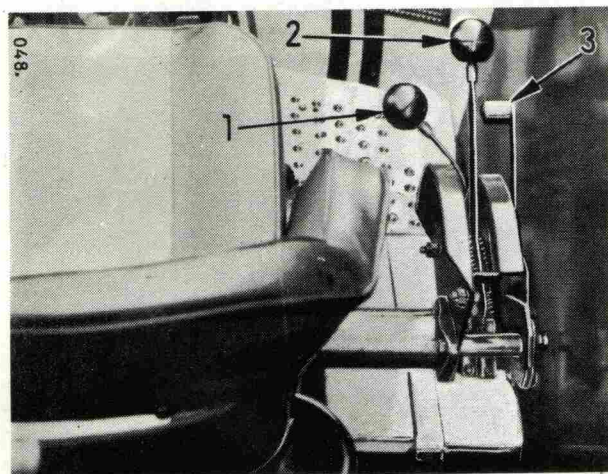
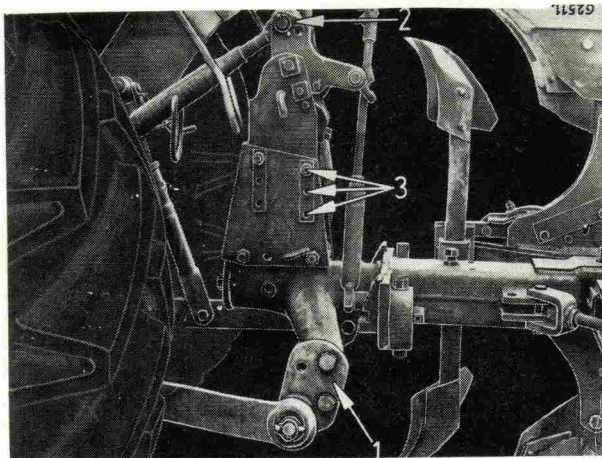
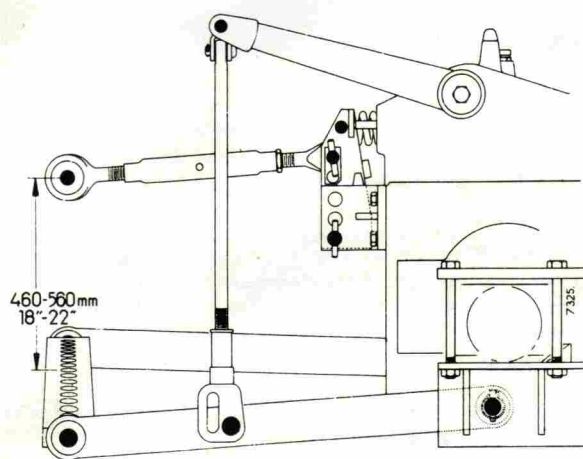
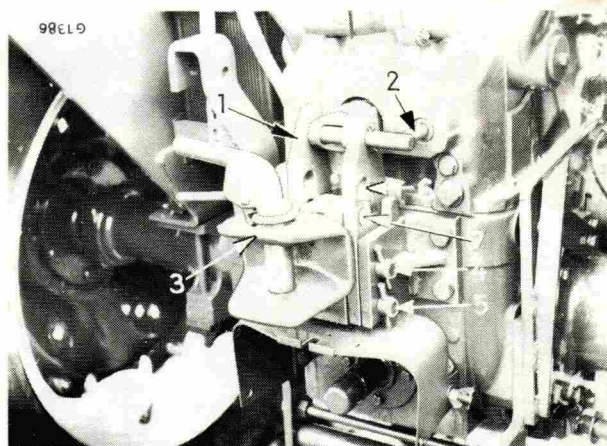

Fig. 28
Fig. 30
Fig. 32
Fig. 33
Pour des instruments qui ne requièrent pas de contrôle de profondeur, par exemple, lorsque la barre de poussée sert seulement comme point de fixation, l'attelage peut être rendu rigide en introduisant une deuxième cheville dans le trou (4, Fig. 32) du support d'attelage.
Le système est équipé d'une valve de sécurité qui empêche l'abaissement involontaire de l'outil lorsque le moteur est arrêté. Il faut toutefois veiller, avant de mettre le moteur en marche, à ce que le levier de contrôle de position (1, Fig. 28) ne se trouve pas dans la position "baisser" car l'outil s'abaisserait dès la mise en marche du moteur. Avant d'arrêter le moteur, une bonne précaution consiste à toujours abaisser l'outil de travail.
Amenez le levier de contrôle de position (1, Fig. 28) à fond vers le bas pour neutraliser son action.
L'abaissement, le levage et la profondeur de travail sont commandés par le levier de contrôle de traction (2, Fig. 28).
Il est toujours possible d'effectuer une correction manuelle en cours de travail. Lorsque la profondeur adéquate est déterminée déplacez le levier témoin (3, Fig. 28) en conséquence pour assurer une profondeur de travail uniforme.
Poussez à fond le levier de contrôle de traction (2) Fig. 28) vers le bas. Manœuvrez le levier de position (1) jusqu'à ce que l'outil ait atteint la hauteur de travail désirée.
La vitesse de descente peut être modifiée à volonté à l'aide d'une manette de contrôle (4, Fig. 28). En tournant la manette vers la gauche on ralentit la vitesse de descente progressivement.
Cette position est obtenue lorsque les deux leviers (1 et 2, Fig. 28) se trouvent en position basse. En ce cas l'instrument attelé au tracteur est simplement tiré. Le système hydraulique est inopérant. Pour le travail en position flottante, il importe de rendre fixe la chape d'attelage (1, Fig. 33) au moyen d'une deuxième cheville.
Le point d'attelage de la barre de poussée sur la charrue doit être situé entre 460 mm et 560 mm des bras de traction (Voir Fig. 32). Corrigez cette hauteur, si nécessaire, en modifiant les points d'attelage sur la charrue.
Si, par hasard, la barre de poussée est libre lors du labour, c'est-à-dire s'il n'y a ni compression, ni traction dans la barre, les points d'attelage des bras de traction sur la charrue devront être relevés (voir Fig. 30 et 31), tout en s'assurant que la distance entre la barre de poussée et les bras de traction n'est pas inférieure à 460 mm (Fig. 32). Dans la plupart des conditions de fonctionnement, la distance de 560 mm donnera de meilleurs résultats.
La chape d'attelage (1, Fig. 33) est munie de deux trous pour la fixation de la barre de poussée. La sensibilité de la réaction du système est obtenue en fixant la barre de poussée dans un de ces trous, cependant la sensibilité est plus grande lorsque la barre de poussée est fixée au trou supérieur.
Au contraire, si la réaction est telle que le ressort de la chape d'attelage (2, Fig. 30) est comprimé ou étiré à fond presque tout le temps, placez la cheville pivot (5, Fig. 33) dans le trou supérieur (4).